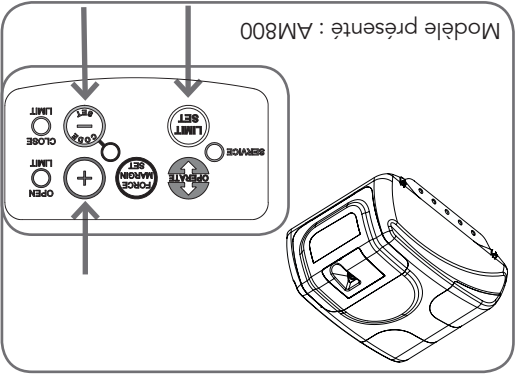

Fig. 6.4.2
- Pour définir les fins de course (Fig. 6.4.2)